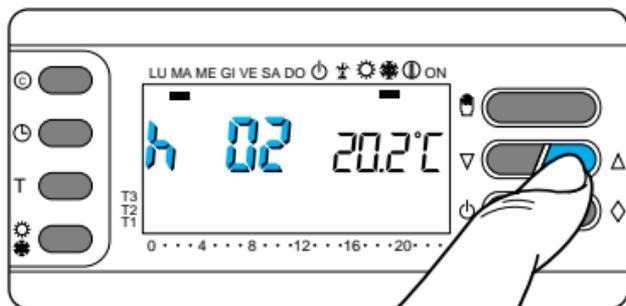

Fig. 30
**5.4** - Pulse el botón  $\nabla$  o  $\Delta$  hasta llegar al número de horas deseado (entre 1 y 99) (fig. 30).